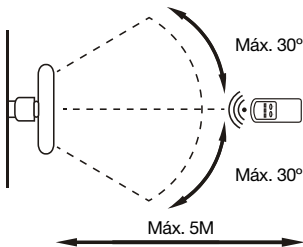

Imagen 3
1. La distancia entre el aparato y el mando a distancia no debe superar más de 5 metros (ver imagen 3).
2. Apuntar el mando a distancia hacia el aparato y asegurarse de que el ángulo es menor de 30° (ver imagen 3).